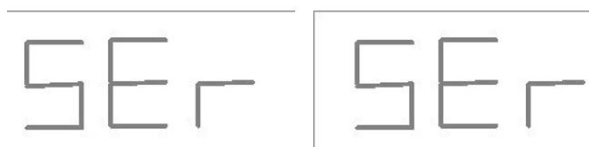

Fig38
Se Fig38.
3. For at forlade SERVICE-tilstand skal du først afslutte alle testmenuer og -programmer, og derefter vende tilbage til meddelelsesvisningen vist i Fig38.